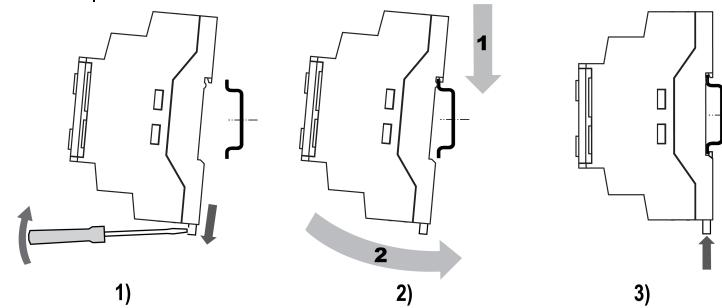

Рисунок 1 – Монтаж і демонтаж пристрію
- Вставивши викрутку в ушко, відтягнути засувку (див. рисунок 1, 1). Пристрій встановити на DIN-рейку.
- Пристрій притиснути до DIN-рейки (див. рисунок 1, 2, стрілки 1 і 2). Викрутку повернути засувку в початкове положення.